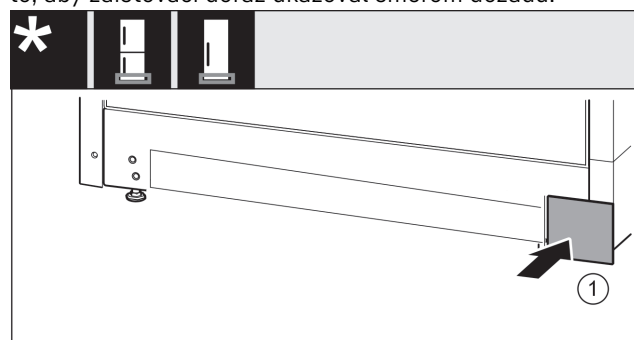

Fig. 17
- ▶ Nasadte kryt Fig. 17 (1) opäť na druhej strane.